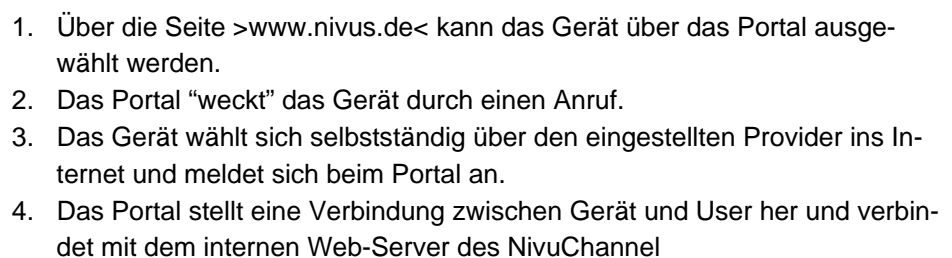

Abb. 6-16 Kommunikation über Internet
- Internetverbindung über Verbindungsportal (siehe Abb. 6-16)